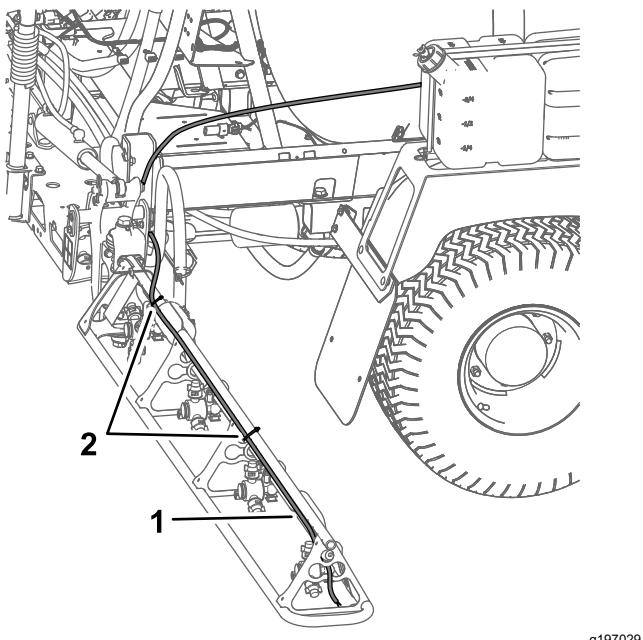

Figura 13
- A. En el brazo derecho, instale el tubo de espuma a lo largo del lado trasero del tubo superior del brazo (Figura 13).